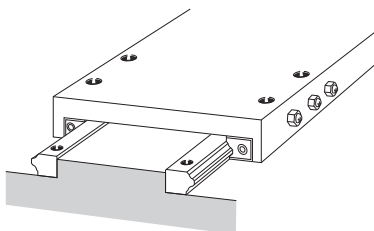

图23
(3) 将LM滑块设置在工作台上,然后将其安装至LM轨道上。此时LM滑块的装配螺栓应不完全锁紧。
(4) 按顺序交替拧紧间隙调整螺栓来调节间隙。如果为实现高刚性而施加了相对较大的预压时,则可调节锁紧扭矩或滚动阻力来控制。
- a. 最好对每个LM滑块使用如图23所示的三个预压调整螺栓。